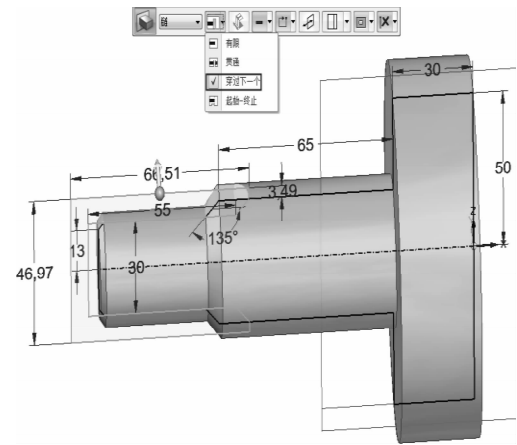

图 7-33 除料特征
- (1) 在【拉伸-范围类型】下拉菜单中选择【穿过下一个】。然后单击矩形草图，单击右键或者按 Enter 键确认。选择拉伸的方向，如图 7-33 所示。